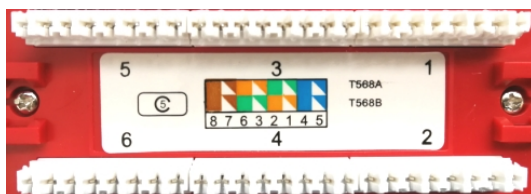

图 4-231 “西元”网络配线架模块色谱
2) 熟悉网络配线架模块色谱知识，例如“西元”网络配线架模块色谱如图 4-231 所示。